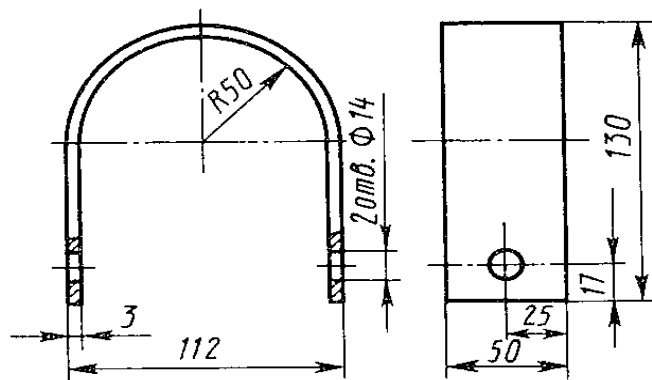

Рис. 34
2. Разработайте процесс изготовления детали (рис. 34) методом холодной листовой штамповки. При выполнении работы следует: установить технологические операции, необходимые для получения детали; определить размеры заготовки; установить вид исходного материала, привести его химический состав и механические свойства; изобразить схему раскроя и определить коэффициент использования материала; выполнить необходимые технологические расчеты; определить технологические зазоры при выполнении разделительных операций; определить минимально допустимый радиус гибки; выбрать штамп и указать последовательность выполняемых на нем операций; изобразить схему штампа и описать его работу; установить способ подачи заготовки в штамп; определить усилия на операциях; привести схему оборудования и описать его работу. Материал детали – сталь 10.